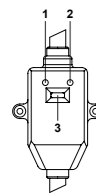

Рис. 6
| Индикация на дисплее отсутствует  | Сработала защита УЗО.  | Протестируйте УЗО, нажав кнопку «test». В случае, если УЗО прошло тестирование, нажмите на кнопку (3) перезагрузки. В случае, если тестирование не проходит, свяжитесь со специалистами по техническому обслуживанию для осуществления ремонта (см. рис. 6). |